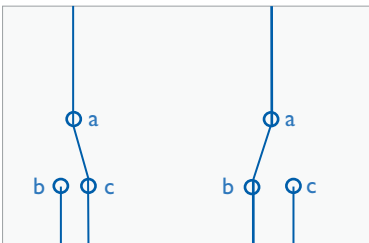

Figura 2. Conmutador simple
- Tres bornas: "a", "b" y "c" (ver figura 2).